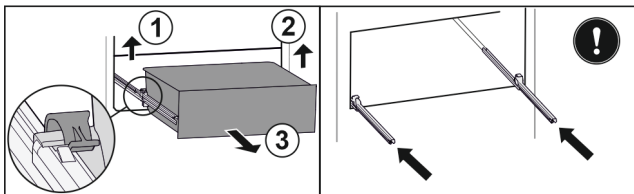

Fig. 129
- ▶ Løft venstre klemme og trekk samtidig skuffen fremover til venstre. Fig. 129 (1)
- ▶ Løft høyre klemme og trekk samtidig skuffen fremover til høyre. Fig. 129 (2)
- ▶ Ta ut skuffen framover. Fig. 129 (3)